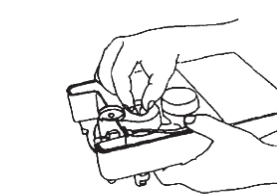

図15
- 6) ポンプロッド・ワイヤウイングを反時計回りに回し、モーターインレットコネクタ⑥を外してください (図15)。